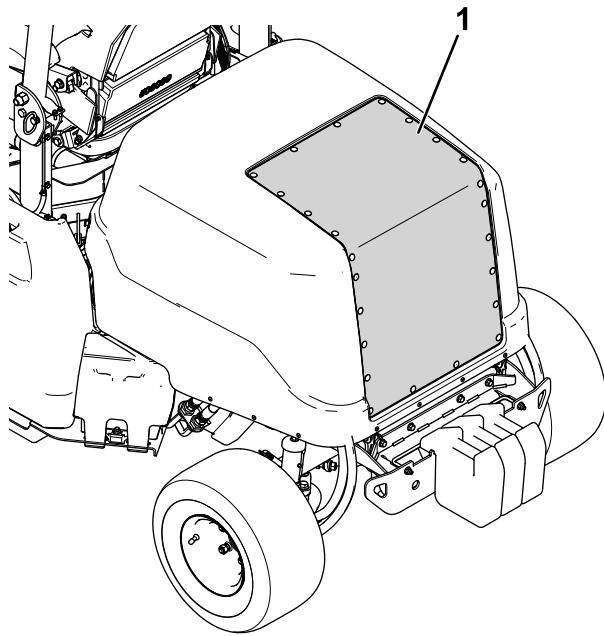

図 68
2. 圧縮空気を使用してフードの吸気スクリーン図 68を清掃する。機体内部から外部にむかってエアを吹き付ける。